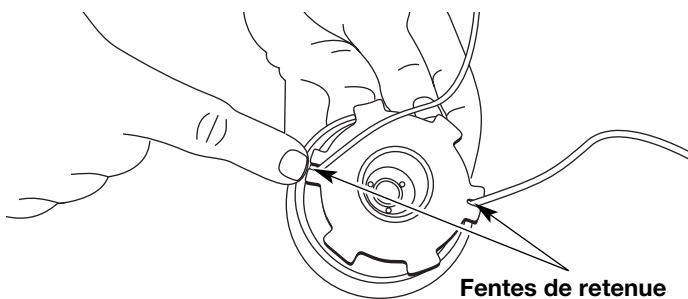

Fig. 20
- Insérez les extrémités du fil dans les deux fentes de retenue (Fig. 20).